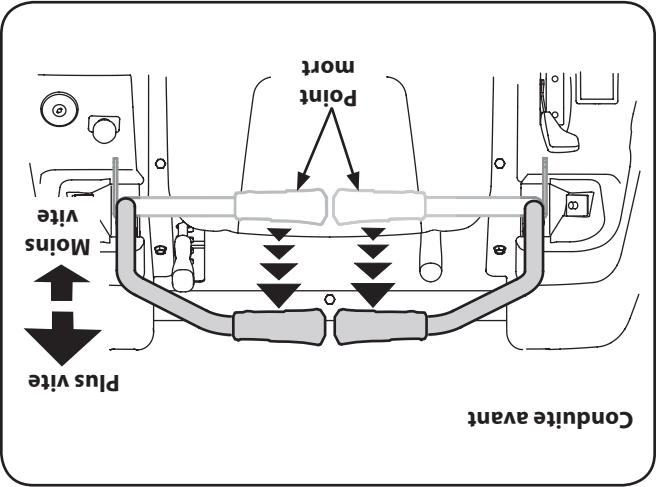

Figure 5-3
1. Déplacez les deux leviers de direction lentement et en douceur vers l'avant. Le tracteur commencera à avancer. Voir la Figure 5-3.
- Pour tourner le tracteur en avançant, déplacez les leviers de direction selon le besoin, en poussant un levier et en tirant sur l'autre. Le tracteur tournera dans la direction du levier qui est tiré vers l'arrière. Voir la Figure 5-3.